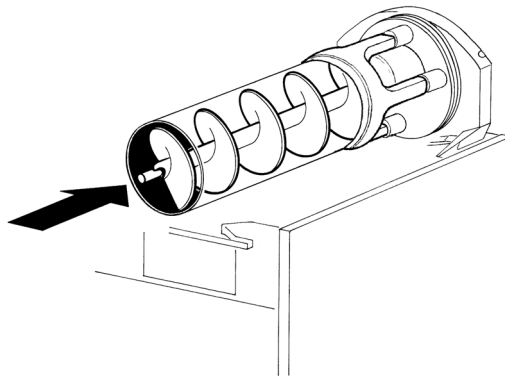

figura 13
- 5 - Enfilarse el rasador interior en el evaporador. Poner atención a montar debidamente la junta posterior (ver figura 13).